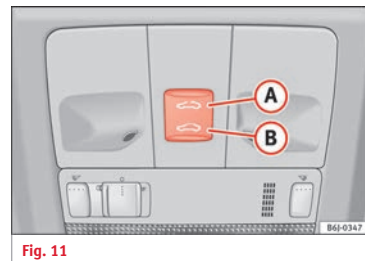

Fig. 11
- Abrir: pulse una sola vez el botón » fig. 11 ①. Si lo mantiene pulsado se abre hasta la posición deseada.
» fig. 11 B. Si lo mantiene pulsado se cierra hasta la posición deseada.